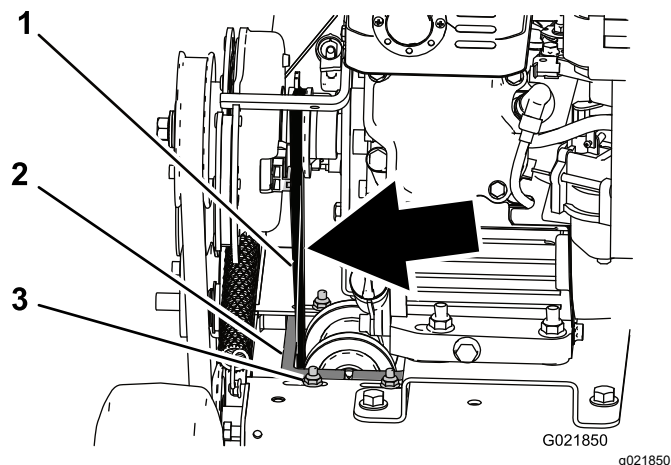

Рисунок 26
- Проверьте натяжение ремня. Он должен отклоняться не более чем на 6 мм при надавливании пальцем с умеренным усилием в точке между шкивами, расположенной непосредственно над рамой машины (Рисунок 26).
- Чтобы натянуть ремень, ослабьте 4 монтажные гайки с болтами, которые крепят каретку шкива к раме, и переместите каретку влево, натягивая ремень; затем затяните 4 монтажные гайки с болтами (Рисунок 26).